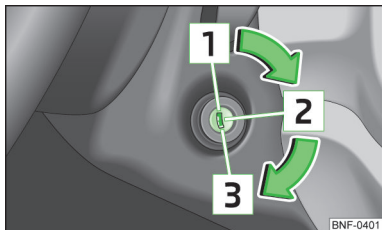

Fig. 79
Pozițiile cheii autovehiculului în butucul de contact » fig. 79
- Rotiți cheia în poziția **1** » fig. 79 la pagina 76.